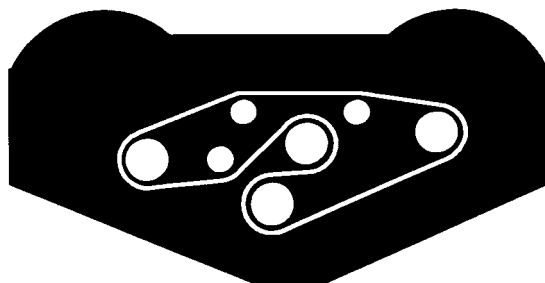

Fig. 13
5. Legg den nye remmen rundt spindelskivene og løpeskiven som vist på fig. 13.